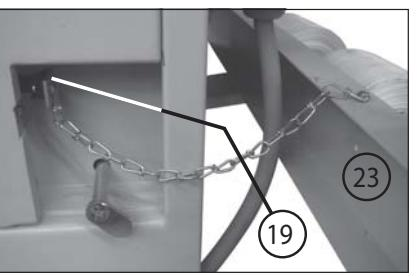

fig. 3
- 19 = Verrouillage du fin de course (fig. 3)